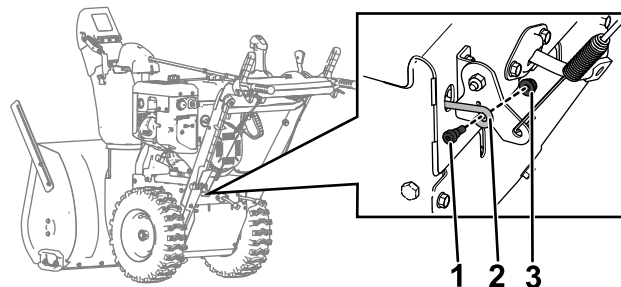

**Figura 6**
8. Retire o suporte do cabo de tração existente do suporte de arranque removendo o parafuso e porca que o prendem no sítio (Figura 6).